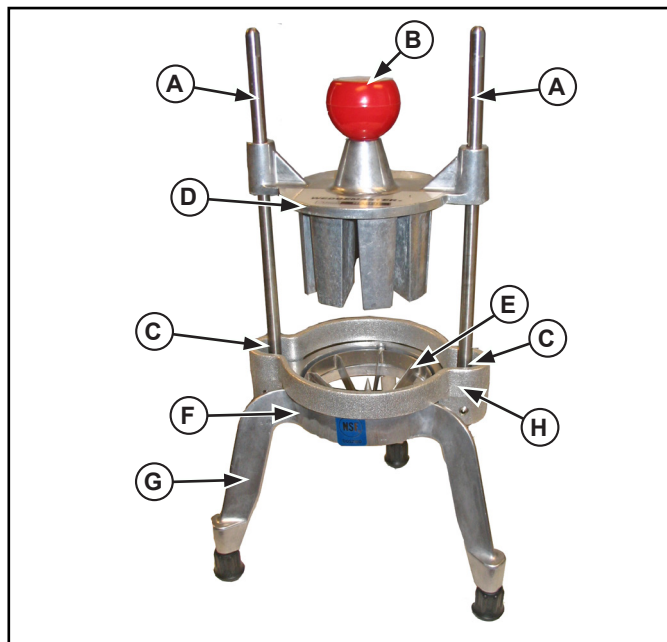

Figure 1. Caractéristiques et commandes
- Avant chaque utilisation, vérifiez l'alignement correct des lames. Placez lentement la tête de poussée (D) sur le jeu de lames (E). Voir la figure 1. Ils doivent glisser l'un sur l'autre sans à-coup. En cas d'obstructions, assurez-vous qu'ils concordent. Enlevez l'obstruction.
- Soulevez la poignée (B) et placez le produit alimentaire sur le jeu de lames (H) (sur le pic central pour les lames à quartiers).
- Enlevez la main de la zone du jeu de lames (H) et placez cette main sur un des pieds (F).
- Glissez la tête de poussée (D) en dehors des tiges-guides (A). Figure 1.
- Retirez la barrière de sécurité (H) (certains modèles).
- Enlevez les vis qui fixent le jeu de lames (E).
- Il est préférable de nettoyer le jeu de lames (E) au jet d'eau sous pression à travers les lames du côté non tranchant. Si nécessaire, utilisez une brosse de nettoyage à soies nylon pour pousser les particules d'aliment par le côté non tranchant du jeu de lames (E).
- Installez le jeu de lames (E) de sorte que les onglets du jeu de lames glissent dans les rainures du socle (F).
- Fixez le jeu de lames (E) au socle (F) à l'aide des vis enlevées précédemment.
- Relevez les caoutchoucs (C) de 5 cm (2 po) environ.
- Enlevez les vis qui fixent le jeu de lames (E) et jetez le jeu de lames usagé en gardant les vis.
- Installez le jeu de lames (E) neuf en glissant les onglets du jeu de lames dans les rainures du socle (F).
- Glissez les caoutchoucs (C) en bas des tiges-guides (A) jusqu'à ce qu'ils touchent le socle (F). Lubrifiez la barre-guide avec de l'huile minérale ou du Petro Gel après chaque utilisation. N'utilisez pas d'huile de cuisson, car elle finira par coller et risque d'abîmer l'équipement à tout jamais.